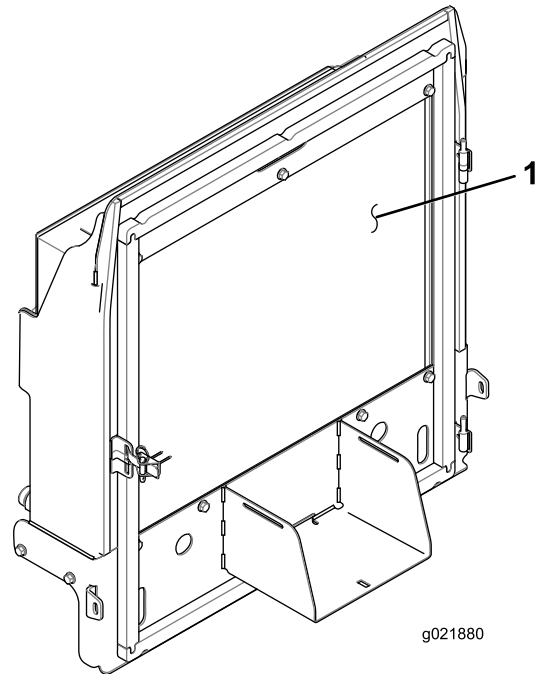

Figura 83
4. Limpie a fondo ambos lados del radiador/del enfriador de aceite con aire comprimido (Figura 83).